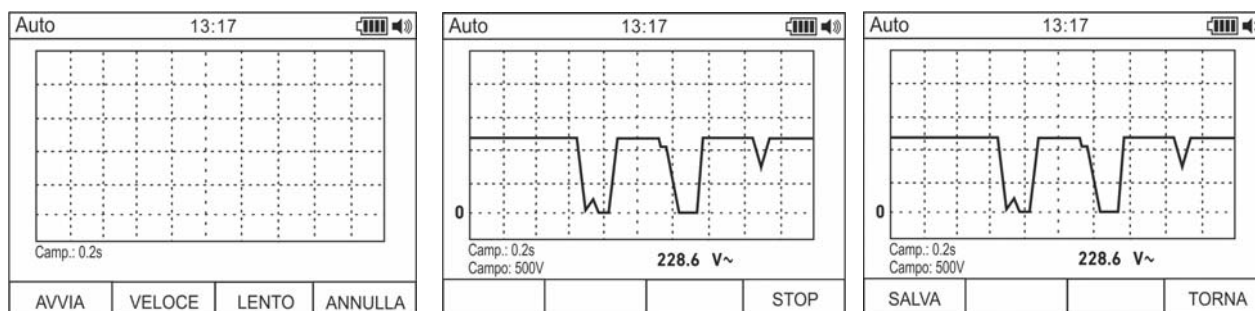

Fig. 8: Creazione e salvataggio grafico di una misura
1. Premere il tasto **F1** per entrare nella sezione di creazione del grafico della grandezza in esame (vedere Fig. 8 – parte sinistra)
3. Premere il tasto **F1** per avviare la costruzione del grafico. Il campo di misura (automaticamente inserito dallo strumento) e il valore in tempo reale sono mostrati dallo strumento (vedere Fig. 8 – parte centrale)
5. Premere il tasto **F1** per salvare il grafico nella memoria dello strumento oppure il tasto **F4** per iniziare un nuovo grafico (vedere Fig. 8 – parte destra)